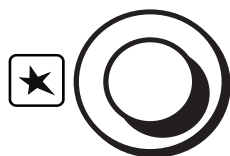

Fig. 4.3
2. Premere leggermente la manopola del termostato e ruotarla in senso antiorario fino alla posizione **285** (fig. 4.1); quindi premere a fondo la manopola per aprire l'erogazione del gas ed attivare l'accensione premendo il pulsante dell'accensione elettrica (fig. 4.3)